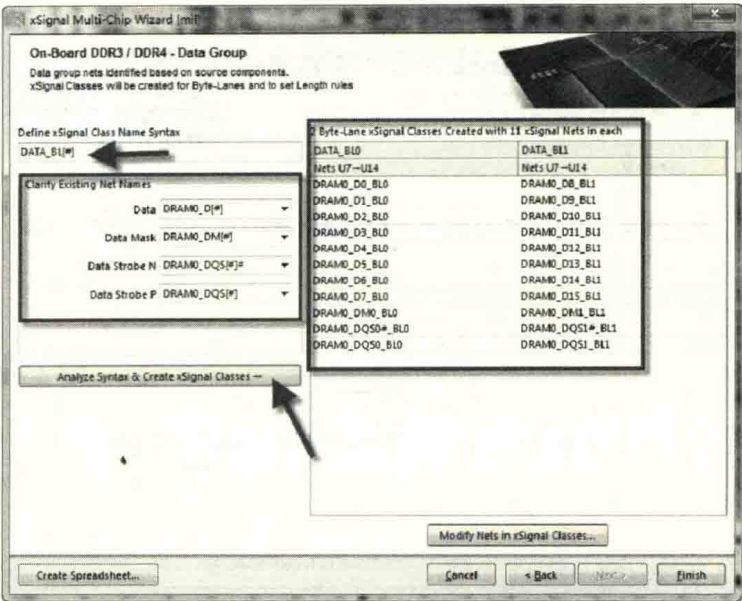

图 9-129 数据线网络关联的适配
(5) 进入如图 9-129 所示的界面，类比于地址线的适配方法，设置好数据线适配的参数。单击 “Finish” 按钮，完成 U8~U14 的 xSignals 的创建。